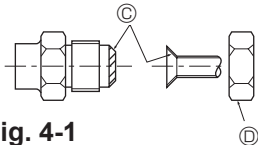

Fig. 4-1
Ⓐ (Fig. 4-1)
Ⓑ (Fig. 4-1)
4.2. Tubos de ligação (Fig. 4-1)